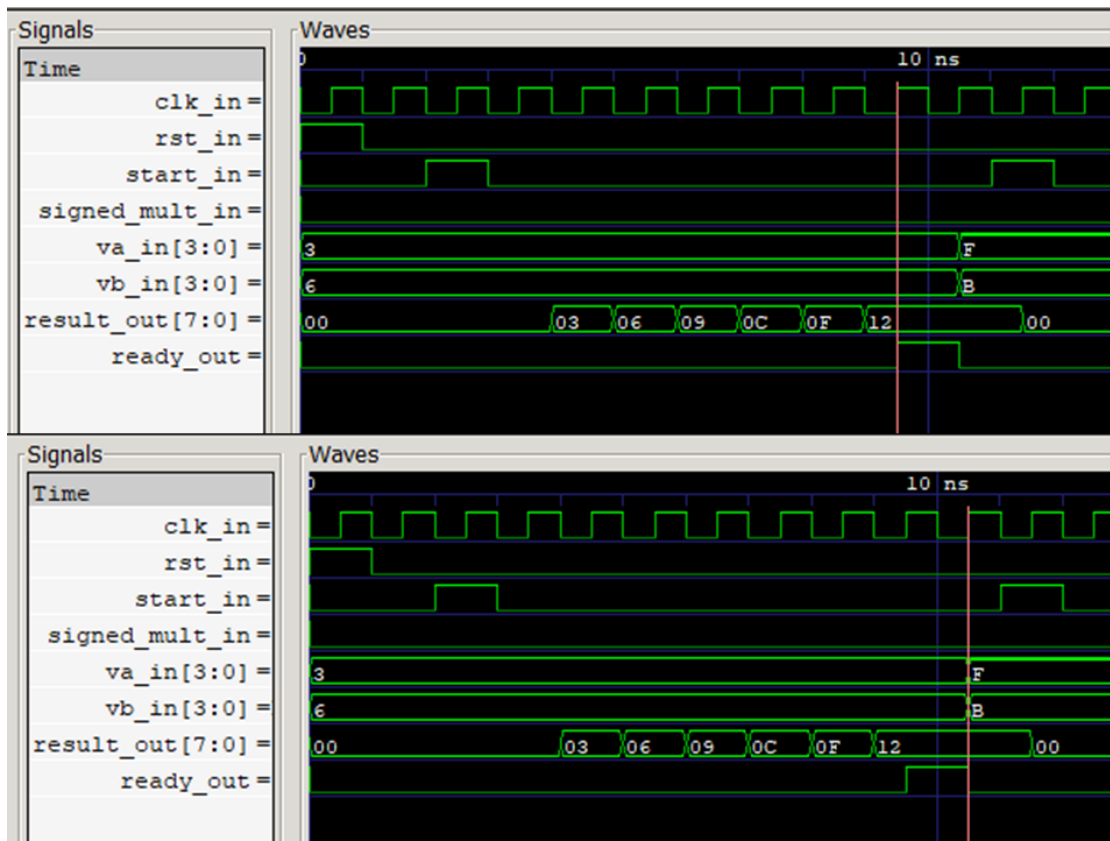
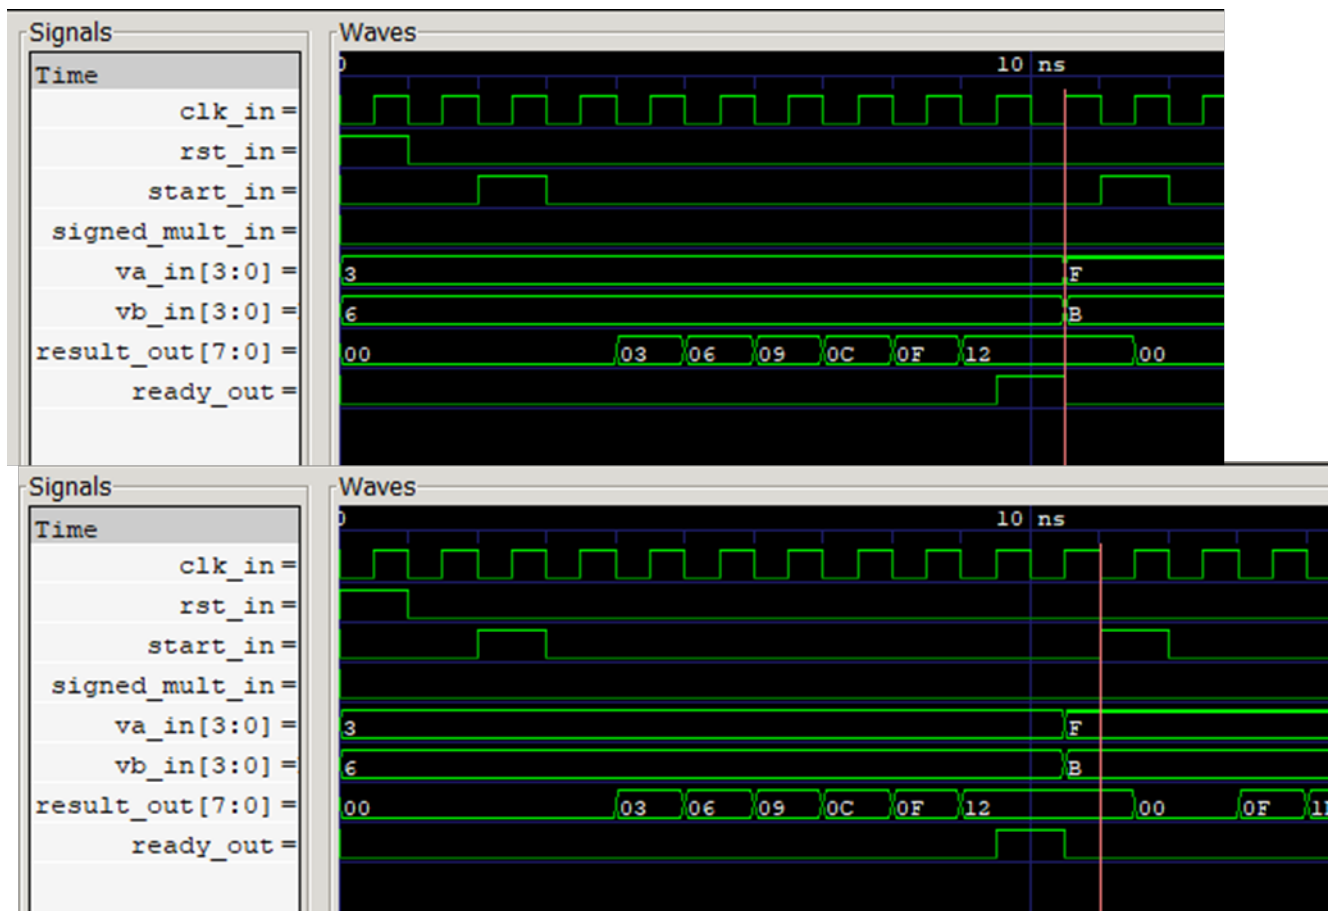

Figura II.3 – Sinais *Signed_mult* e *Start*, operandos *Va* e *Vb* e sinal *Ready*.
Figura II.4 – Atualização dos valores dos operandos **Va** e **Vb** e novo sinal **Start**.
- Cada operação de multiplicação será concluída quando a UC gerar o sinal **Ready**. Enquanto o sinal **Ready** não é gerado os valores lógicos de **Signed_mult**, **Va** e **Vb** serão mantidos constantes (Figura II.3). O sinal de **Reset** será ativado apenas uma vez. Um novo sinal de **Start** provocará uma atualização dos valores lógicos dos sinais **Signed_mult**, **Va** e **Vb**, que por sua vez serão mantidos estáveis até que novo ciclo se repita (Figura II.4).